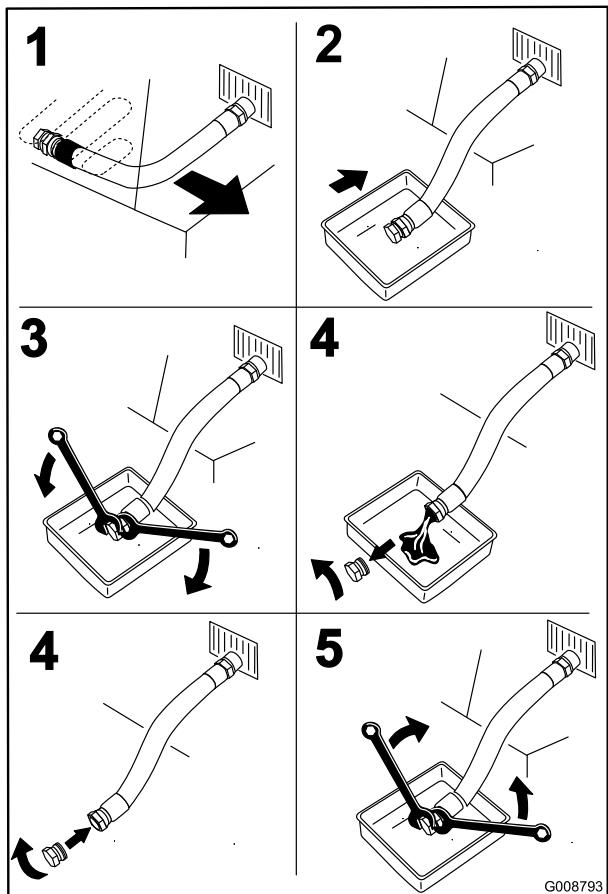

Figura 47
- Pare el motor, retire la llave y espere a que se detengan todas las piezas en movimiento antes de abandonar el puesto del operador (Figura 47).